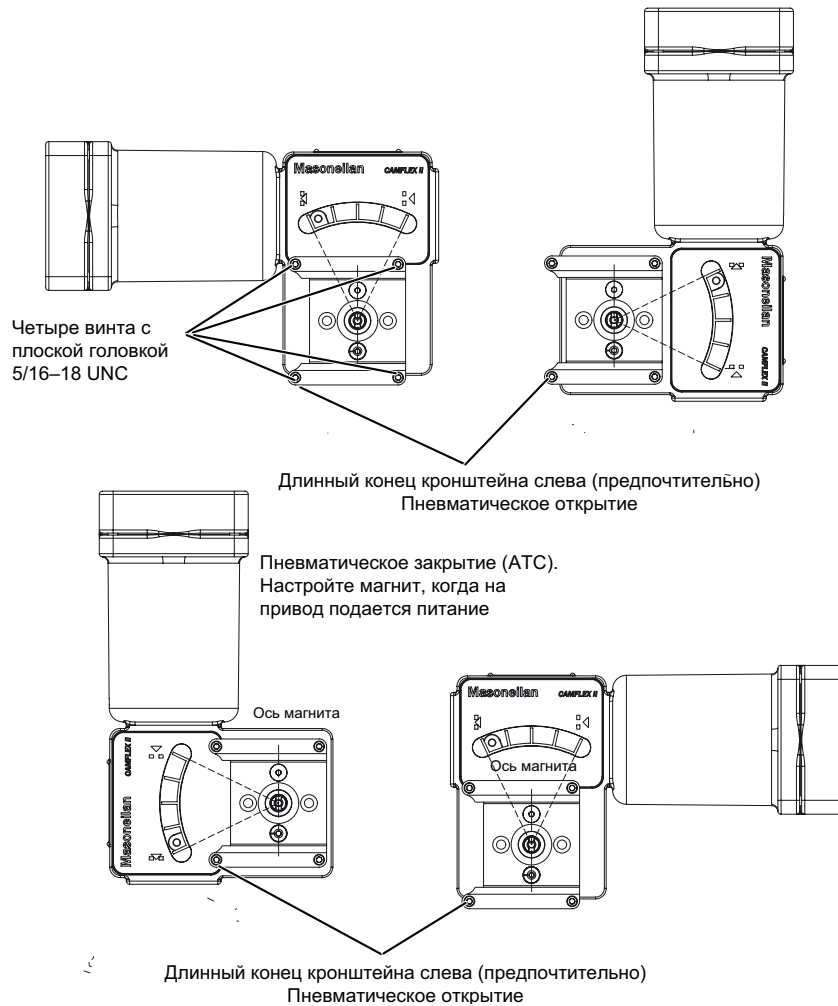

Рисунок 8 - Монтаж на поворотный регулирующий клапан Camflex II с пневматическим открытием и пневматическим закрытием
5. Поверните держатель магнита так, чтобы ось магнита была вертикальной, когда клапан находится в закрытом положении (см. Рисунок 8). В Таблице 2 приведены общие указания по центрированию датчика хода. Перед установкой SVI3 на привод поворотного клапана ознакомьтесь с таблицей для правильного выравнивания магнита.